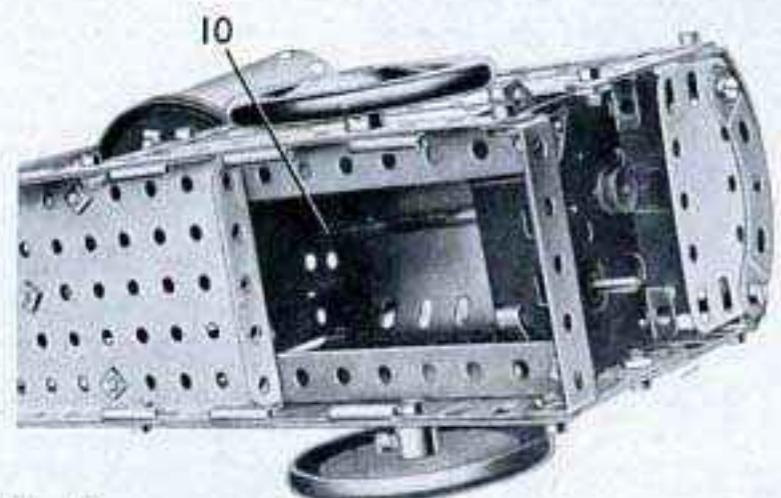

Fig. 4.1b
La cuve est entraînée par un moteur Magic boulonné sur les bandes de 25 trous à une des extrémités du châssis (Fig. 4.1b). L'entraînement s'opère grâce à une poulie de 12 mm. montée sur un axe (10) constitué par deux tringles de 9 cm. réunies par un raccord de tringle. Cette tringle passe à une de ses extrémités dans une bande de cinq trous boulonnée au travers des deux bandes de 11 trous qui supportent la trémie. L'autre extrémité de la tringle passe dans une plaque semi-circulaire boulonnée sur le flaque intérieur du moteur Magic. La tringle porte une poulie de 25 mm. (11) munie d'un anneau de caoutchouc disposé de façon à appuyer sur la gorge de la poulie (6). La poulie de 12 mm. est fournie avec le moteur Magic. Les côtés du capot sont constitués par les deux moitiés d'une plaque à charnières (12), des plaques flexibles de 14×6 cm. (13) et une plaque flexible de 6×4 cm. (14). Le dessus est constitué par deux plaques cintrées de 43 mm. de rayon et deux plaques de 6×6 cm. légèrement incurvées et fixées sur des équerres à 135° elles-mêmes montées sur les côtés. Ces côtés sont bordés par des bandes de 11, de 5 et de 7 trous, et le dessus est renforcé par des bandes cintrées à glissières.